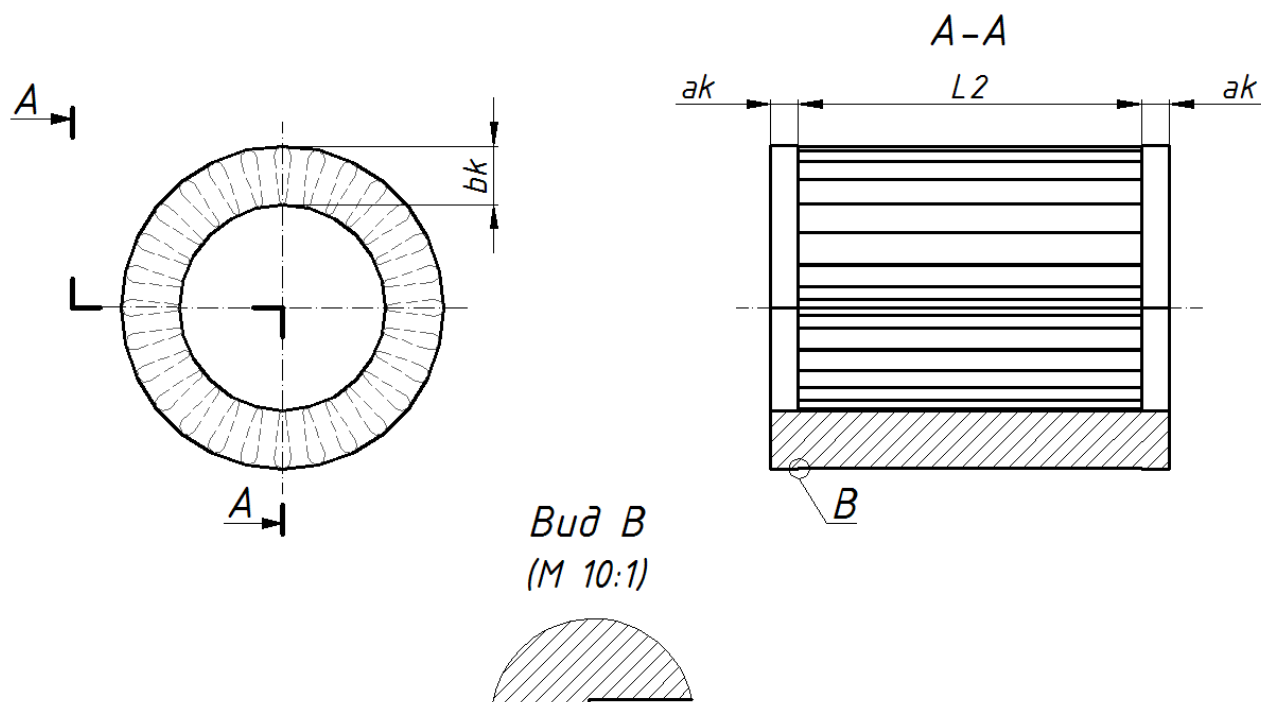
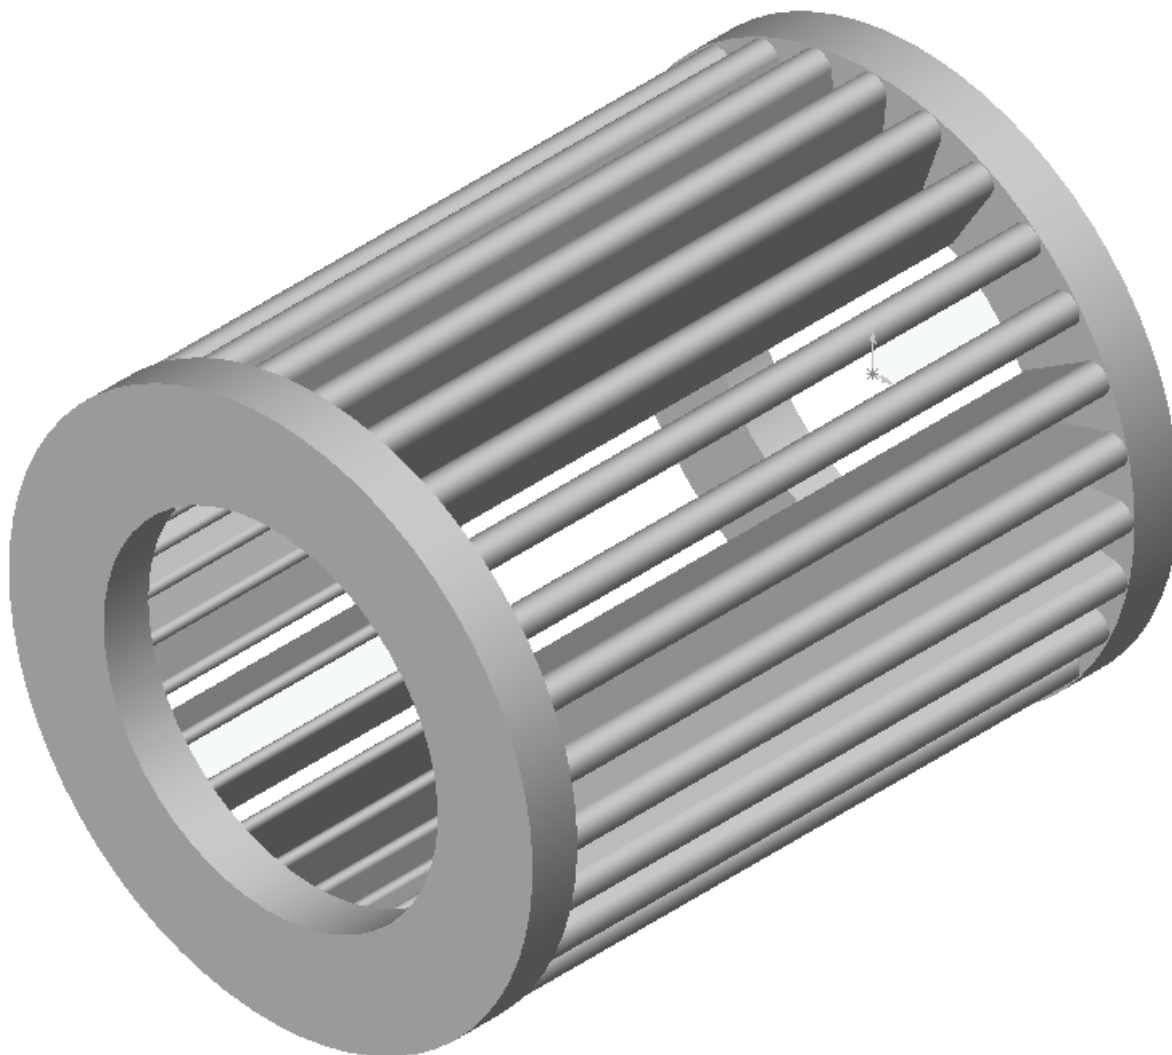

Рис.37
Рис.38
1. За допомогою графічного пакету SolidWorks виконати конструювання короткозамкненої обмотки («білячої» клітки) ротора асинхронної машини, зразок якої зображено на рис.37 і рис.38. Розміри «білячої» клітки для кожного варіанту наведені в табл.9.1.
1. На рис.37 приведено зразок конструкції «білячої» клітки ротора АД, яка, як правило, виготовляється з алюмінію або міді. Слід зауважити, що висота короткозамкненого кільця «білячої» клітки може відрізнитися від висоти стержня, а питання про їх взаємне розташування вирішується окремо. В цій роботі приймемо, що середній діаметр короткозамкненого кільця і стержнів ротора збігаються. Довжина стержнів $L2$ (рис.38) для АМ з висотою осі обертання до 250 мм дорівнює довжині пакету статора $L1$ (див. табл.8.1).
На рис.38 наведемо приклад «білячої» клітки ротора АМ у тривимірному вигляді, яка сконструйована за допомогою пакету SolidWorks.